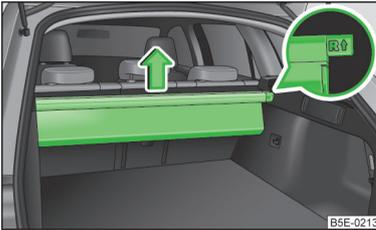

Abb. 94 Multifunktionsbox herausnehmen
- Die Multifunktionsbox aus den Aufnahmen in Pfeilrichtung herausnehmen » Abb. 94.
- Das mit **R ↑** gekennzeichnete Ende der Leiste beim Einsetzen in die rechte Aufnahme und das mit **L ↓** gekennzeichnete Ende der Leiste in die linke Aufnahme einschieben. Die Pfeile müssen nach vorn zeigen » Abb. 94.